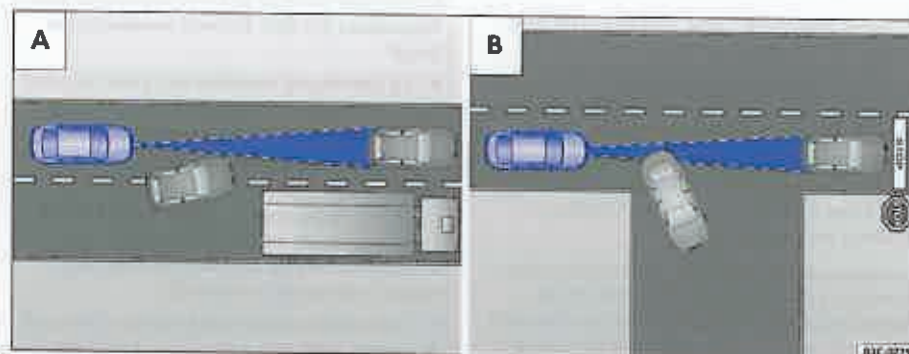

Fig. 43 Imaginea A: Un autovehicul schimbă banda. Imaginea B: Autovehicul care schimbă direcția și autovehicul staționat.
- la schimbarea benzii de către alte autovehicule ⇒ **fig. 43 A**
Autovehiculele care schimbă banda la o distanță mică față de autovehiculul dvs., nu sunt recunoscute de senzor decât după ce intră în raza lui de acțiune ⇒ pagina 49, fig. 43" Urmarea este o reacție întârziată a sistemului ⇒